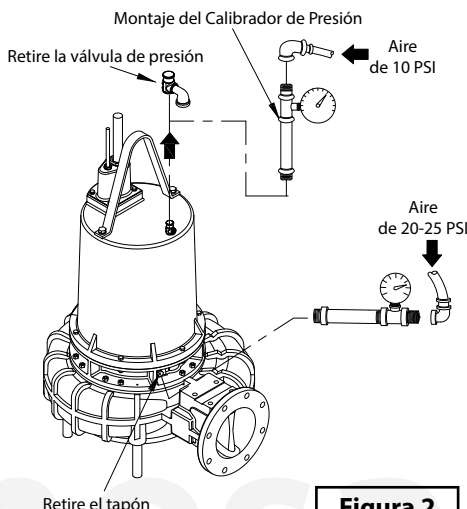

Figura 2
Cubierta de Motor - El aceite debe estar al nivel normal. Retire la válvula de presión (11) de la cubierta (3). Aplique sellador de tuberías al calibrador de presión y colóquelo en lugar del tapón (vea la figura 2). Presurice la cubierta a 10 PSI. Utilice una solución jabonosa alrededor de las áreas selladas e inspeccione las uniones en busca de burbujas de aire. Si después de cinco minutos la presión aún se mantiene constante, y no se observan burbujas, purgue lentamente la presión y retire el calibrador de presión.